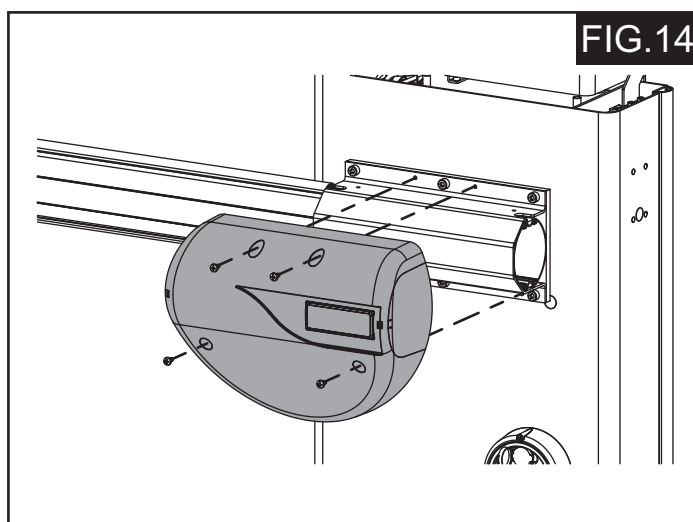

FIG.14
- 5.- Fije el cárter como se indica en la (Fig. 14).